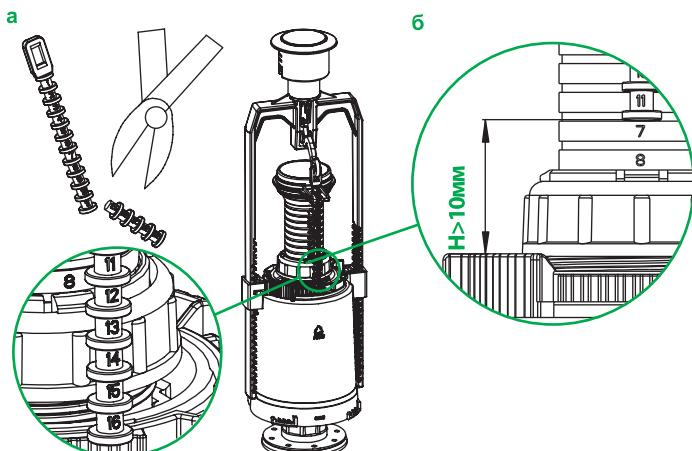

Рис. 12 / 12-сур.
7. Лишнюю длину тяги удалите с помощью кусачек (рис. 12).
**Внимание: минимальное расстояние от фиксатора коромысла до края стержня (тяги) должно быть не менее 10 мм (рис. 12б).**